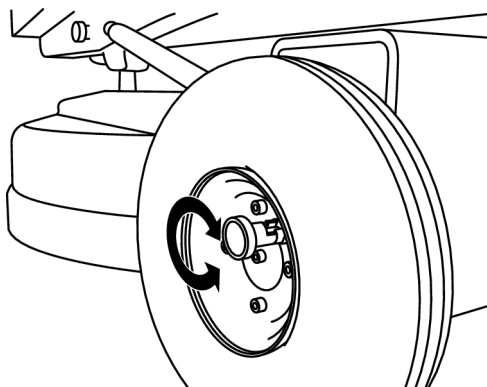

Figure 4-2. Tournez de 90 degrés
2. Tournez la cheville de verrouillage de 90 degrés et relâchez-la pour obtenir la position de sécurité, voir Figure 4-2, page 17.